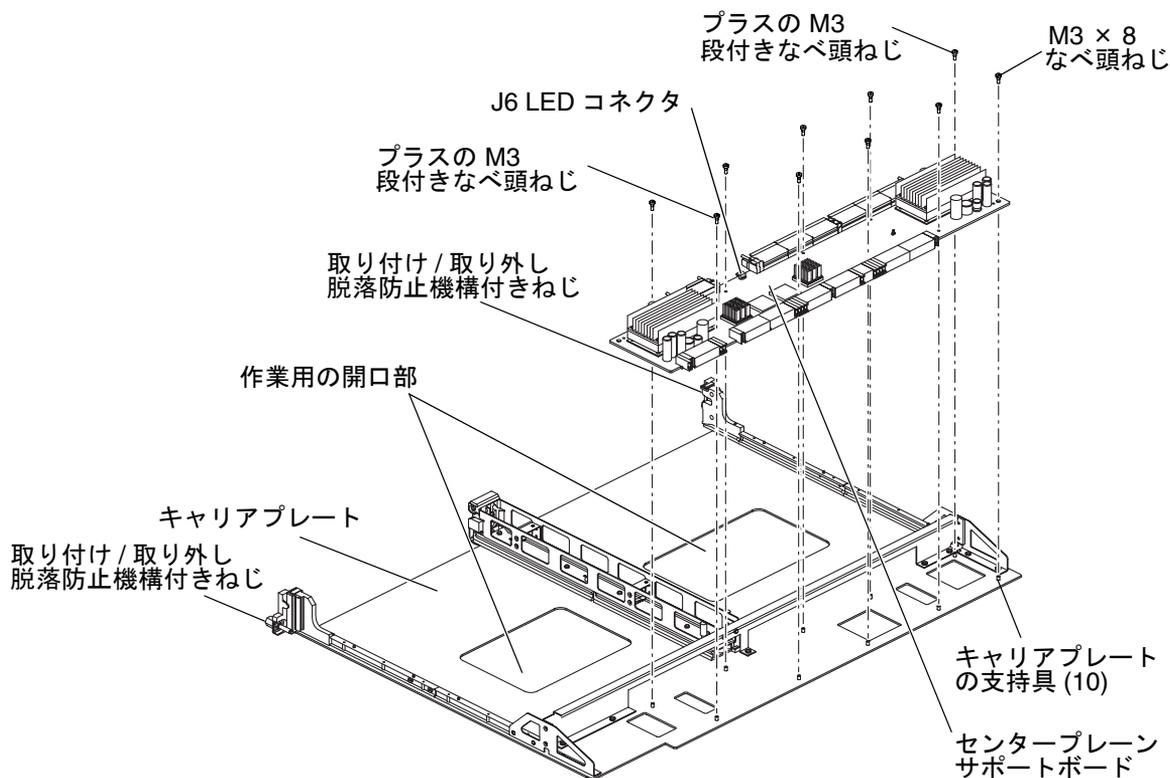

図 11-2 センタープレーンサポートボードおよびキャリアプレート
- センタープレーンサポートボードをしっかりとつかんで持ち上げ、キャリアプレートの支持具から引き出します (図 11-2)。